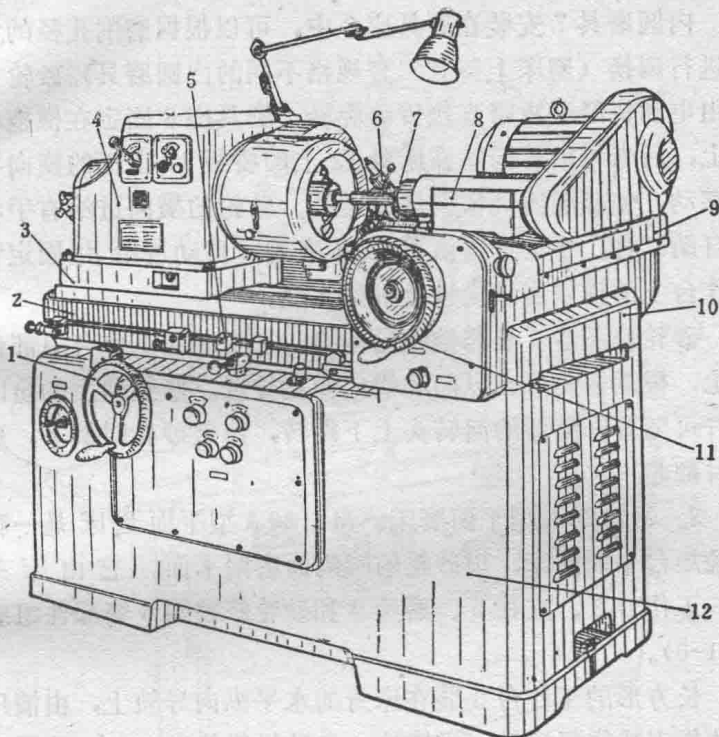

图1-4 M2110 型内圆磨床
2. M2110 型内圆磨床 M2110 型内圆磨床可磨削圆柱孔和圆锥孔，它由床身 12、工作台 2、床头箱 4、内圆磨具 7 和砂轮修整器 6 等部件组成（图 1-4）。